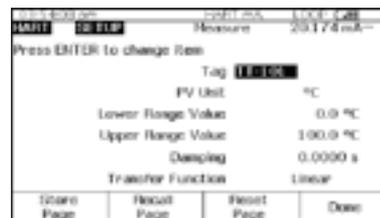

Figura 24.
9. Pressione o botão MEASURE/SOURCE duas (2) vezes, insira o valor de LRV (neste exemplo, 0°C) usando o teclado numérico do 754 e pressione ENTER.
10. Pressione  e depois a tecla de função **Setup** (Configuração). Selecione **Basic** (Básica) no menu e pressione  para exibir os parâmetros de configuração básicos mostrados na Figura 24. Mova o cursor para **Lower Range Value** (Valor Inferior do Intervalo) e pressione . Mova o cursor para **Apply Values** (Aplicar Valores) e pressione . Pressione  para selecionar 4 mA. Pressione a tecla de função Continue e, em seguida, pressione "qualquer tecla" e depois a tecla de função Set (Definir). Pressione "qualquer tecla" e as teclas de função Done e Abort até sair da tela de fonte. Usando o teclado numérico do 754, digite o valor de URV (100°C neste exemplo) registrado na etapa 8 e pressione .